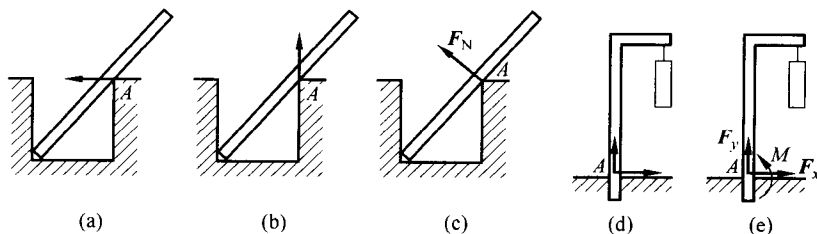

图 1-10 错误与正确的约束力
(1) 不取分离体,将主动力与约束力直接画在结构图上。对单个物体问题,这样做容易造成漏力;对物体系统问题,则可产生严重错误。因为在物体联结处,相互作用力的方向是相反的,在平衡方程中极易引起符号混乱。
(2) 不仔细分析约束性质,约束力错误。图 1-10(a)、(b)的光滑接触中 A 处为尖角,因而可能得出错误的约束力方向。如果将尖角看成极小的圆角,再根据光滑面约束力沿公法线的性质,即可得出正确的约束力方向(图 1-10(c))。图 1-10(d)的 A 处为固定端约束,初学者往往将它与铰链约束混淆,因而漏掉约束力的力偶分量,正确的约束力为图 1-10(e)。